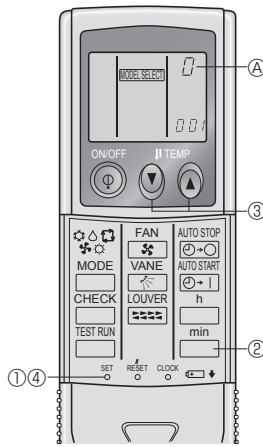

Fig. 6-4
4) Her üniteye bir uzaktan kumanda ünitesinin tahsis edilmesi (Fig. 6-4)